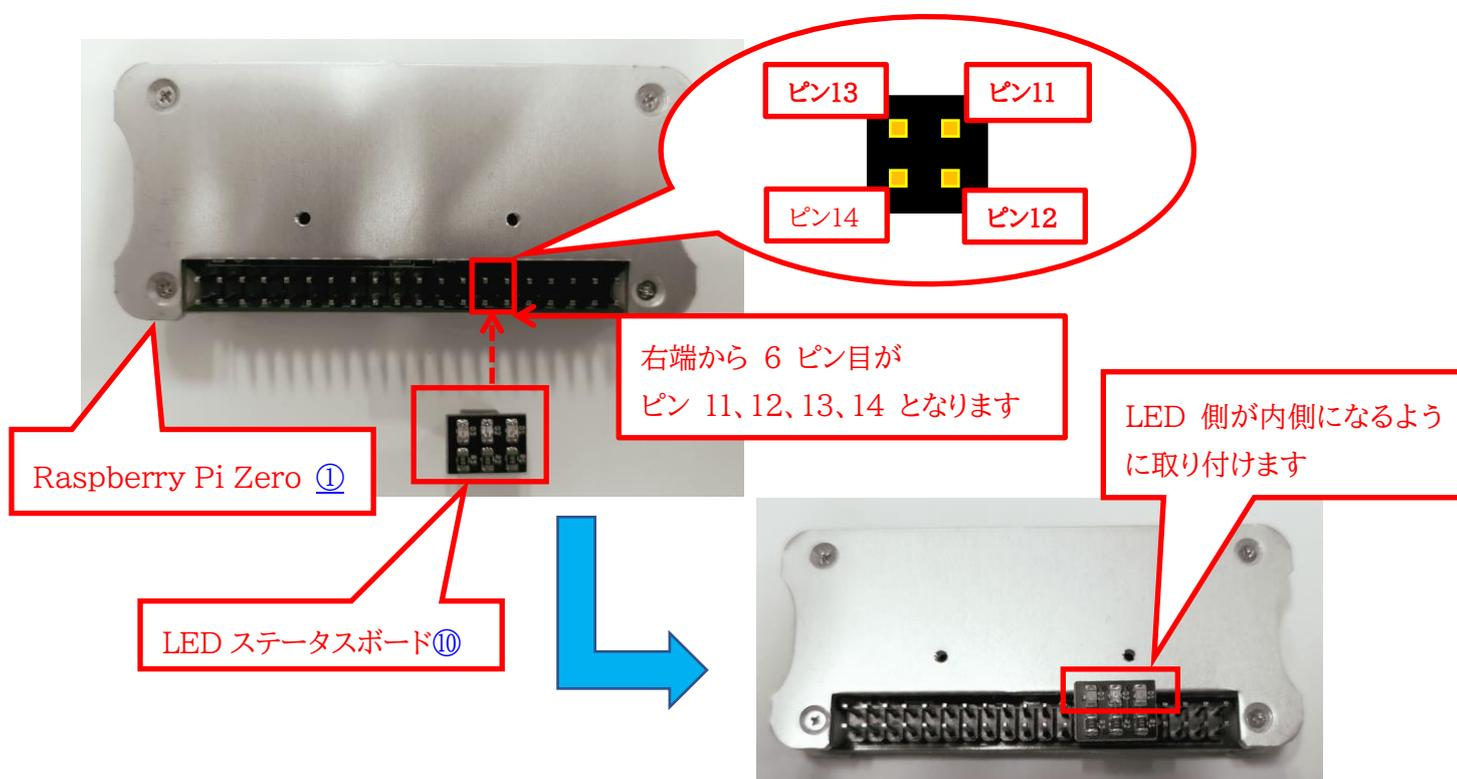

図 4-3 LED ステータスボードの取り付け
次に Raspberry Pi Zero に LED ステータスボード⑩を図 4-3 のように取り付けます。LED ステータスボードは Raspberry Pi Zero のピン 11、12、13、14 に LED 側が内側になるように取り付けます。